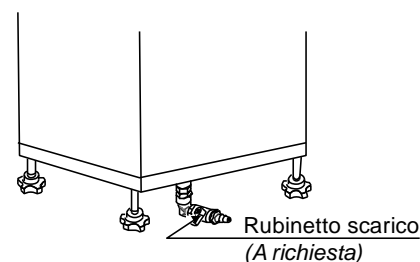

Fig. 7
N.B.: nei modelli provvisti di scarico (accessorio a richiesta) prestare attenzione che il rubinetto di scarico sia chiuso (fig. 7).
3. **Nel caso si riempia troppo la caldaia** superando anche l'indicazione MAX nel vetro livello, il ferro da stiro potrebbe perdere acqua. In questo caso bisogna spegnere l'apparecchio, svitare di un giro il tappo valvola, aspettare che tutto il vapore all'interno della caldaia sia fuoriuscito, togliere il tappo valvola, attendere che l'acqua e la caldaia si raffreddino completamente quindi ruotare verso destra la BARBARA 27 TAVOLO per far fuoriuscire l'acqua in eccesso (vedi capitolo 8). Nei modelli provvisti aprire il rubinetto di scarico-caldaia con cautela (fig. 7).
Svitare e togliere il tappo valvola e aprire il rubinetto di scarico (fig. 7). **Quando tutta l'acqua è fuoriuscita dalla caldaia ricordarsi di chiudere il rubinetto!**